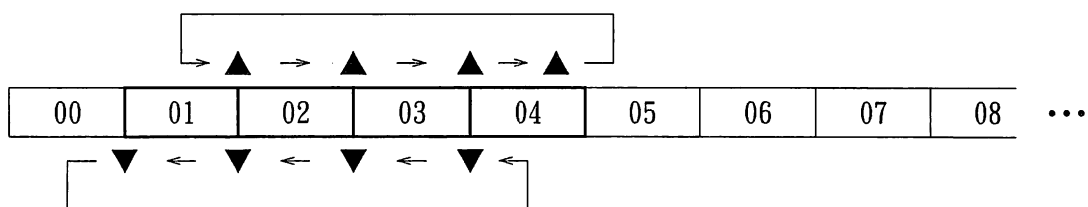

図7-3 アドレス・ローテーション (開始アドレス: 01, 終了アドレス: 04の場合)
- 2) 開始アドレスに設定したいアドレスを入力します。(図7-3の場合は01)
- {3) シフト・キー⑳を押し、シフト・モードにします。キー内のLEDが点灯します。}
- 1) 開始アドレスに設定したいアドレスを入力します。(図7-3の場合は04)
- {2) シフト・キー⑳を押し、シフト・モードにします。キー内のLEDが点灯します。}
アドレス・ローテーションの設定は図7-3と同じとします。今, アドレス03を呼び出していますが, 一時的にアドレス38を呼び出す必要が生じました。